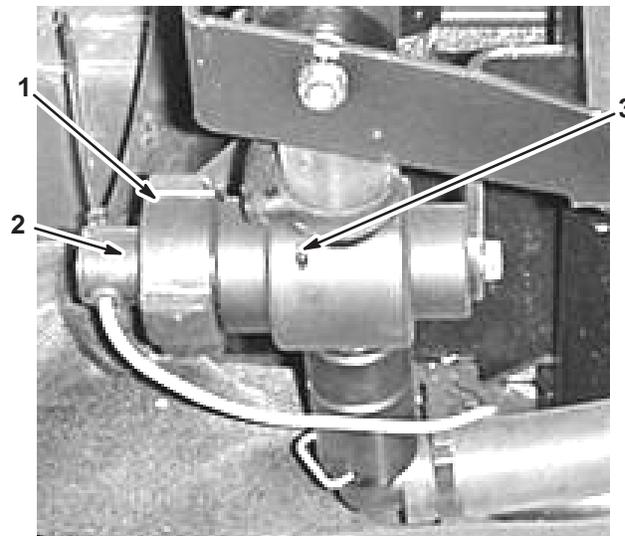

Figure 54
1. Retirez le capuchon de retenue du corps du débitmètre (Fig. 54).